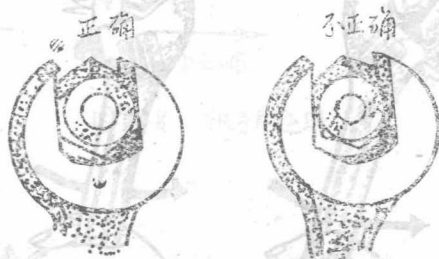

图225 扳手的选用
1. 选用各种扳手时，扳口大小必须符合螺帽或螺栓头的尺寸，如图225所示。如果扳口松旷，则容易滑脱，损坏扳手或螺帽的棱角，甚至会碰伤人。